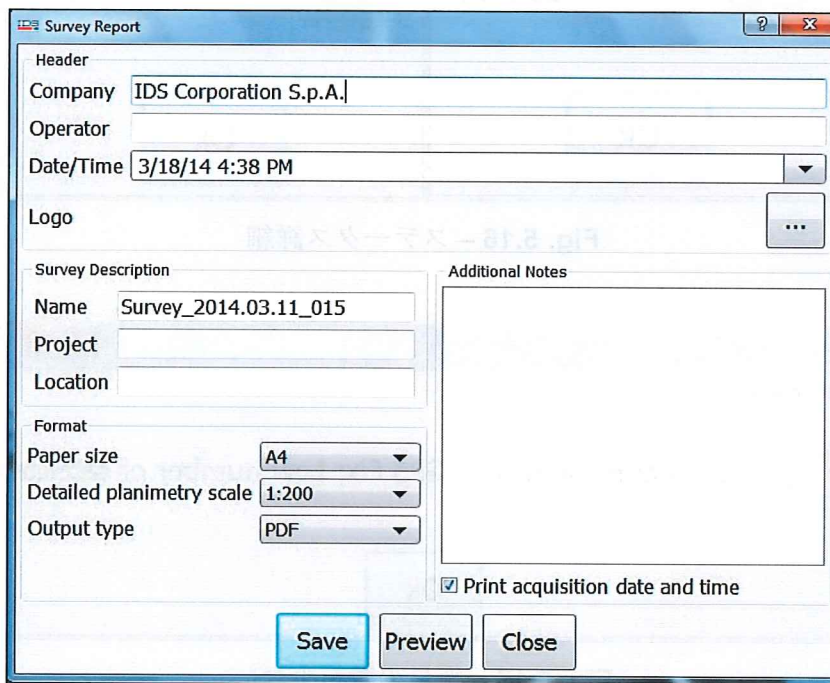

Fig. 5.15 – レポートを作成
**Create Report** ウィンドでは、ユーザーは調査レポート生成のためのオプションを管理することができます (Fig. 5.15)。